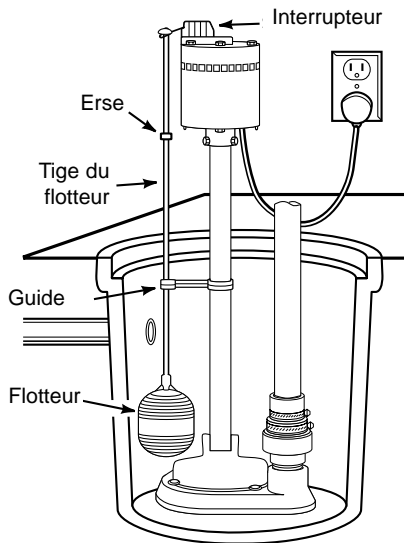

Figure 3 – L'installation de la pompe de puisard
3. Encliquetez délicatement le guide de la tige du flotteur de plastique sur la colonne de la pompe et insérez la tige sur le guide. (Figure 3)
4. Utilisez des pinces pour ternir la tige du flotteur, vissez le flotteur jusqu'à ce qu'il soit serré tel qu'illustré dans la Figure 3.
1. Construisez une fosse de puisard en béton, acier ou plastique d'une profondeur de moins de 24 po (60,96 cm) et d'au moins 11 po (27,94 cm) de diamètre (Figure 3). S'il y a déjà un puisard, assurez-vous qu'il soit de la bonne taille.